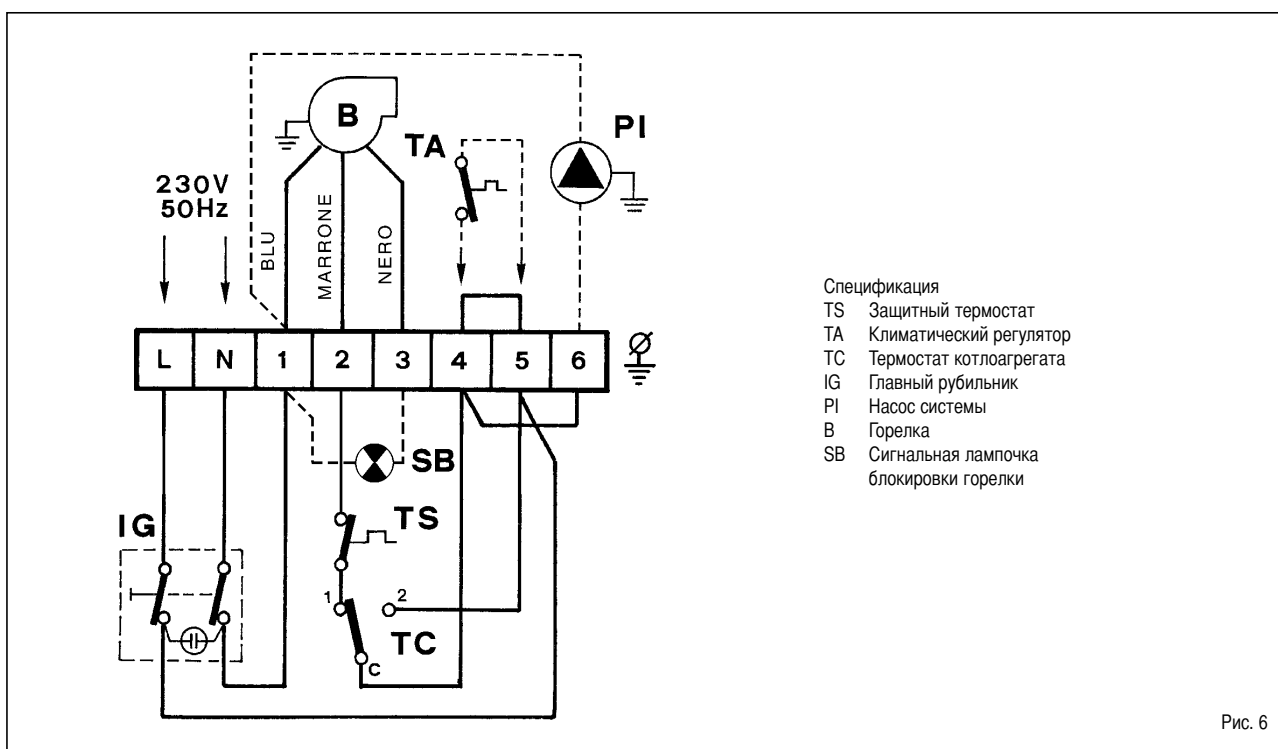

Рис. 6
Котлоагрегат снабжен электрическим питающим кабелем, электропитание котлоагрегата должно осуществляться при однофазном напряжении 230V- 50Hz с помощью главного рубильника с плавкими предохранителями. Кабель климатического регулятора, установка которого является обязательной для лучшего регулирования комнатной температуры, должен быть подсоединен так, как это показано на рис.6. Соедините питающий кабель горелки и кабель насоса циркуляции системы, имеющиеся в поставке.
- соедините кабели, как это показано на схеме рис.6/а.